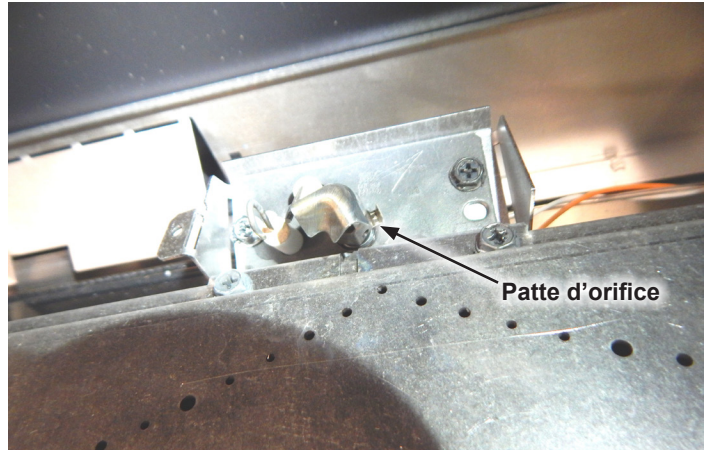

**Figure 8**
15. Poser de nouveau l'ensemble du brûleur. Aligner l'obturateur d'air au-dessus du porte-orifice, puis déplacer l'ensemble du brûleur vers la droite. S'assurer que les pattes de fixation du brûleur central sont complètement engagées dans les supports centraux. **Voir Figure 8.**